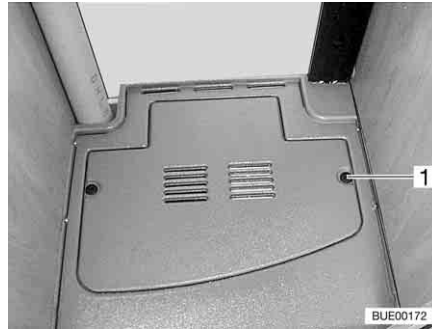

Bild 99 Abdeckung
- Befestigungsclip (Bild 99, 1) eine viertel Umdrehung drehen und Abdeckung entfernen.